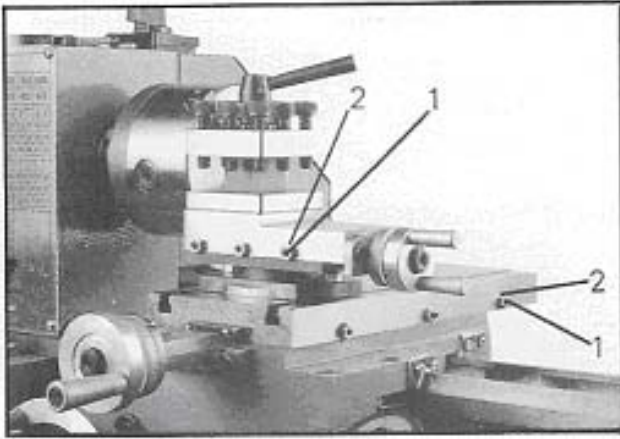

Рис.25
Оба суппорта оборудованы регулировочными планками и могут быть установлены посредством винтов (1, *Рис.25*) и контргаяк (2) без зазора.